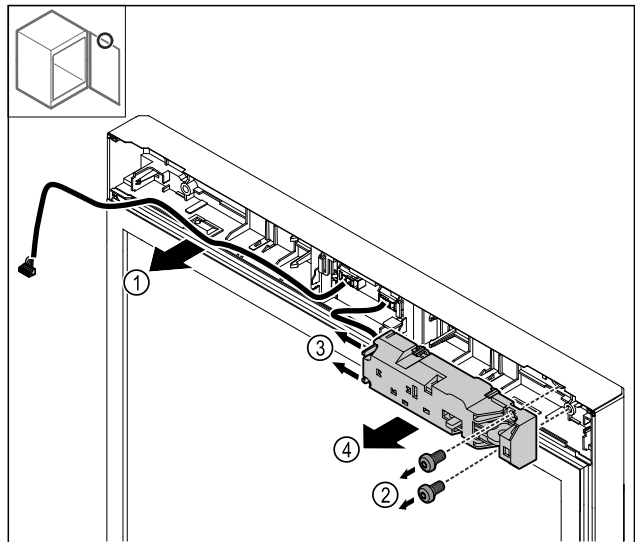

Fig. 24
- Kabel Fig. 24 (1) herausziehen.